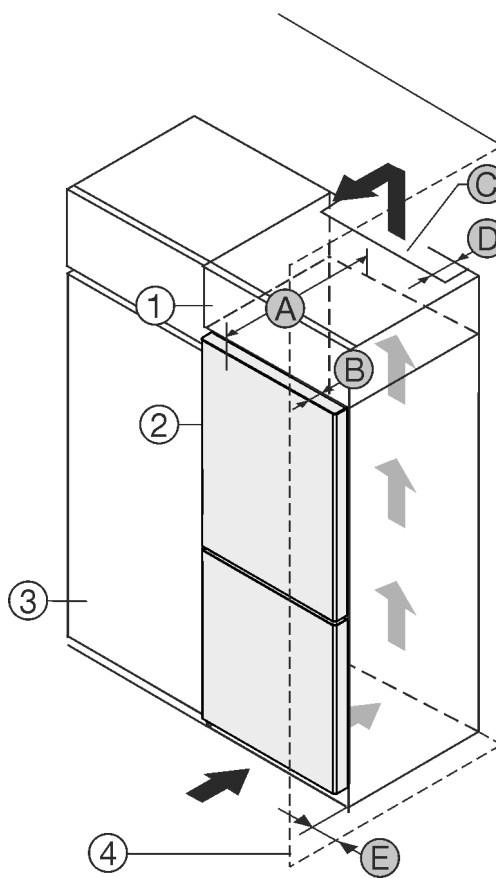

Fig. 1
- (3) Szafka kuchenna*
- (4) Ściana*
- (D) Odstęp tylnej ściany urządzenia*
- (E) Odstęp od boku urządzenia*
- (A) Głębokość urządzenia*
Urządzenie można ustawić bezpośrednio obok szafki kuchennej Fig. 1 (3)*
Na tylnej ścianie szafki nasadzonej wymagany jest wywiewny kanał wentylacyjny o głębokości Fig. 1 (D) na całej szerokości szafki.*
Pod sufitem pomieszczenia należy zachować przekrój wentylacyjny Fig. 1 (C)*
Jeżeli urządzenie będzie ustawiane z zawiasami do ściany Fig. 1 (4), to pomiędzy urządzeniem i ścianą należy zachować minimalny odstęp, wynoszący 13 mm.*
Jeżeli urządzenie będzie ustawiane z zawiasami do ściany Fig. 1 (4), to pomiędzy urządzeniem i ścianą należy zachować minimalny odstęp, wynoszący 20 mm.*
By móc całkowicie otworzyć drzwi, urządzenie musi wystawać przynajmniej o głębokość drzwi Fig. 1 (B) za front szafki kuchennej. W zależności od głębokości szafek kuchennych Fig. 1 (3) oraz od zastosowania elementów dystansowych urządzenie może wystawać jeszcze bardziej.*